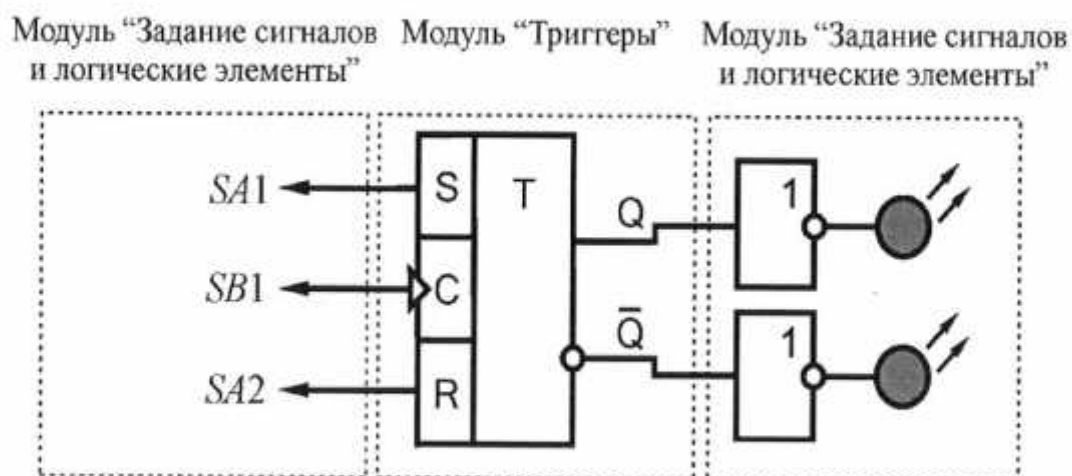

Рис. 5.10. Схема электрическая соединений лабораторных модулей для изучения работы синхронного *RS*-триггера
3. Согласно рис. 5.10 выполнить электрические соединения модулей для изучения работы синхронного *RS*-триггера. Монтаж схемы производить при отключенных автоматических выключателях и переключателях питания.
Состояния выходов *Q* и $\bar{Q}$ триггера контролировать при помощи светодиодов на выходе буферных элементов (рис. 5.10). Задавая различные комбинации логических уровней на входах *S*, *R* и подавая тактовые импульсы на вход *C* заполнить таблицу режимов работы синхронного *RS*-триггера (табл. 5.8).